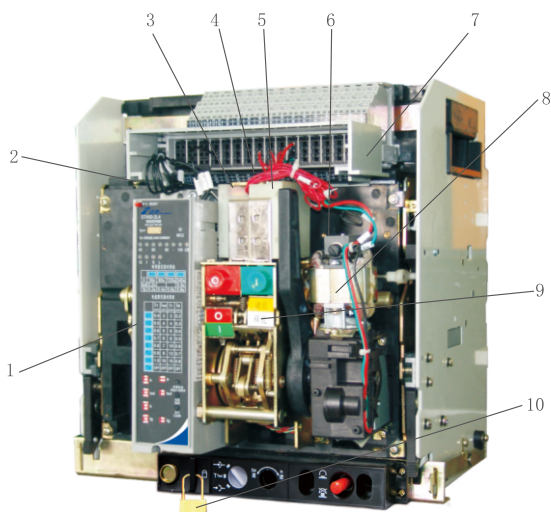
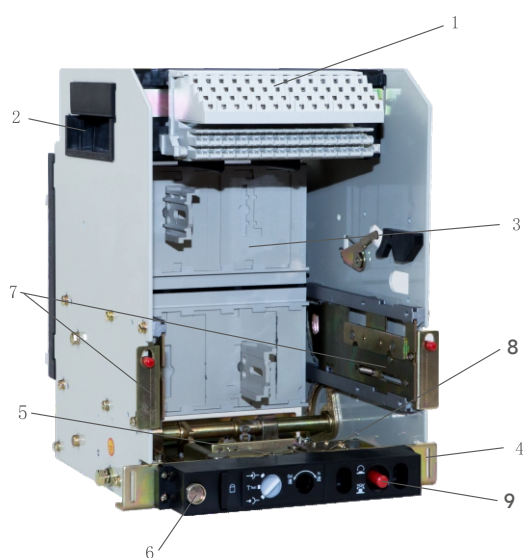

图6 抽屉式断路器（四级）
图7 抽屉座（三级）
6.壳架等级额定电流1600抽屉式及固定式断路器的结构图（见图4-1、图4-2；抽屉座见图6、图7）。